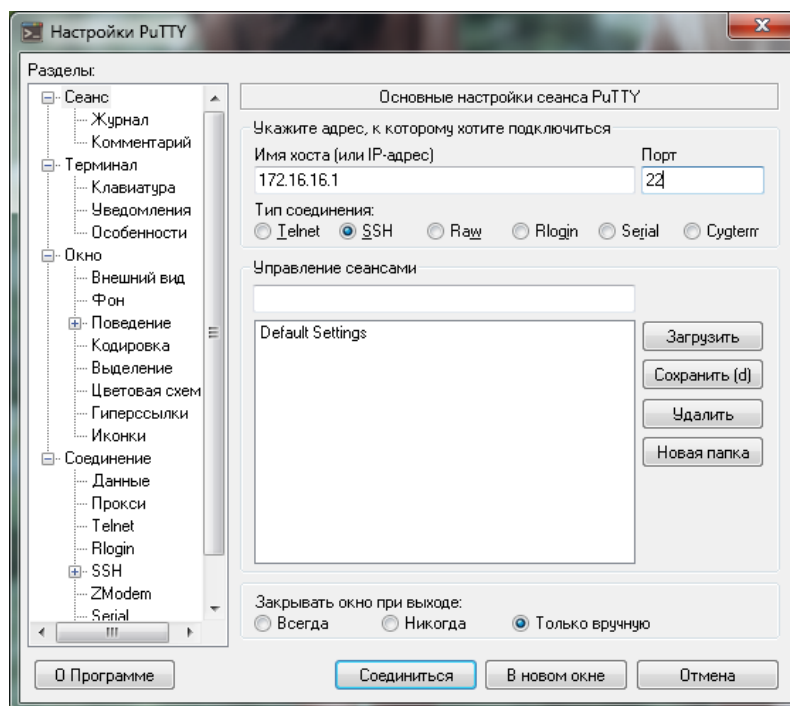

Рисунок 23
1) Запустить ПО «PuTTY» для Windows 7. В поле «Имя хоста (или IP-адрес)» ввести «172.16.16.1», в поле «Порт» ввести «22». «Тип соединения» установить опцию «SSH» (Рисунок 23). После нажать кнопку «Соединиться»